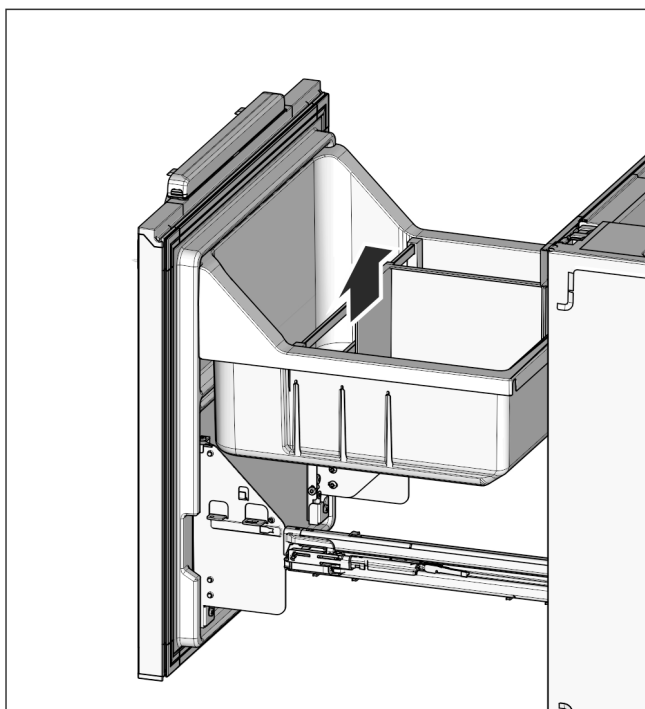

Fig. 25
- Inserire di nuovo il portabottiglie e la vaschetta estraibile Fig. 25 (31).